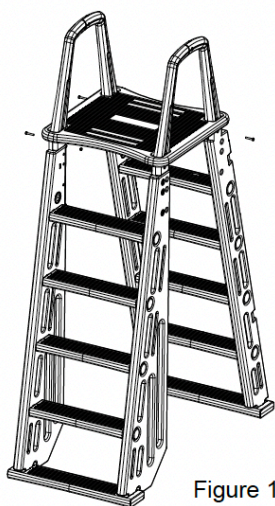

Figure 10
09. Insérez l'extrémité de la main courante de la marche dans le trou de la marche de l'escalier et alignez-la avec le trou de vis à l'extrémité du montant. Placez quatre écrous M6 dans les logements hexagonaux du montant ou de la main courante, puis fixez la main courante et le montant ensemble à l'aide de quatre vis M6x30. Placez deux écrous M6 dans les logements hexagonaux situés en haut de la main courante, puis fixez les mains courantes ensemble à l'aide de deux vis M6x30 (voir Figure 10).